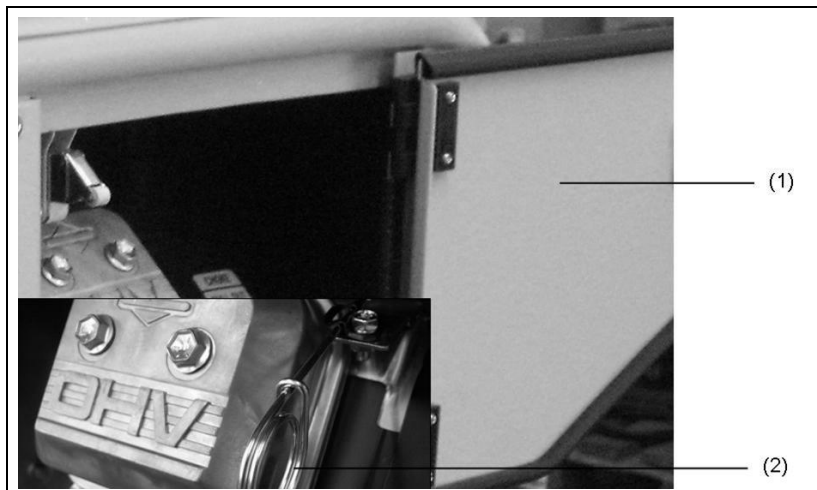

Fig. 4-1: Tirez sur le starter
1. Ouvrez le côté trappe (voir Fig. 4-1-(2)).
2. Tirez le starter (Fig. 4-1-(2)) (moteur froid jusqu'en butée / moteur chaud moins selon besoins) et le maintenir.
4. Remettez le starter manuel (Fig. 4-1-(1)) en position initiale.
1. Ouvrez le coté trappe (Fig. 4-1-(1)).